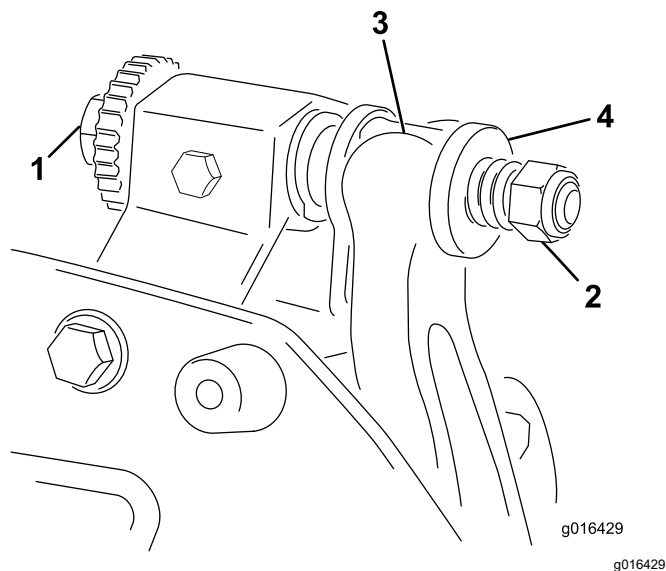

图 13
1. 逆时针旋转底刀架调节螺丝将底刀后撤离开滚刀 图 13。
2. 退出弹簧加压螺母直到垫圈不再对底刀架 图 13 施压。
- 1. 安装底刀架/底刀总成将安装吊耳固定在垫圈与底刀架调节螺丝之间图 13。